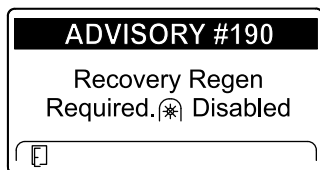

Figura 48
- É necessária uma regeneração de recuperação – tomada de força desativada AVISO N.º 190 (Figura 48)